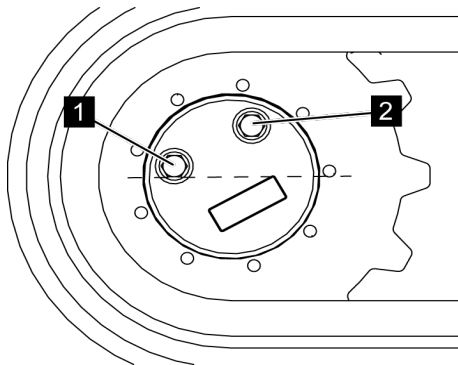

Fig. 109: Bien serrer les raccords vissés
- 9.** → Bien resserrer les raccords vissés (Voir la Fig. 109/1 et 2) avec les joints ou les rondelles en cuivre.